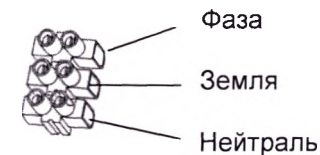

Рис.2
- 5.3. Подключение к стационарной сети напряжением 220 В осуществляется трехжильным кабелем питания стационарной проводки через трехклеммную винтовую колодку (фаза / земля / нейтраль), расположенную на задней стенке правого торцевого блока (рис.2). Сечение жил кабеля не более 6 мм².
- 6.5. Подключить жилы кабеля питания стационарной проводки 220 В (фаза / земля / нейтраль) к трехклеммной колодке, расположенной на задней стенке правого торцевого блока, в соответствии со схемой подключения рис.2.
- 6.6. Установить облучатель в выбранном месте на стене. Совместить петли навесные облучателя (рис.2) с установленными дюбелями и шурупами.
- Снять облучатель со стены, предварительно отсоединив жилы кабеля питания стационарной проводки от клеммной колодки, расположенной на задней стороне правого торцевого блока (рис.2).
- Установить облучатель на место, предварительно подсоединив жилы кабеля питания стационарной проводки к клеммной колодке (рис.2), расположенной на задней стенке правого торцевого блока в соответствии со схемой подключения.
- Снять облучатель со стены, предварительно отсоединив жилы кабеля питания стационарной проводки от клеммной колодки, расположенной на задней стенке правого торцевого блока (рис.2).
- Установить облучатель на место, предварительно подсоединив жилы кабеля питания стационарной проводки к клеммной колодке (рис.2), расположенной на задней стенке правого торцевого блока, в соответствии со схемой подключения.